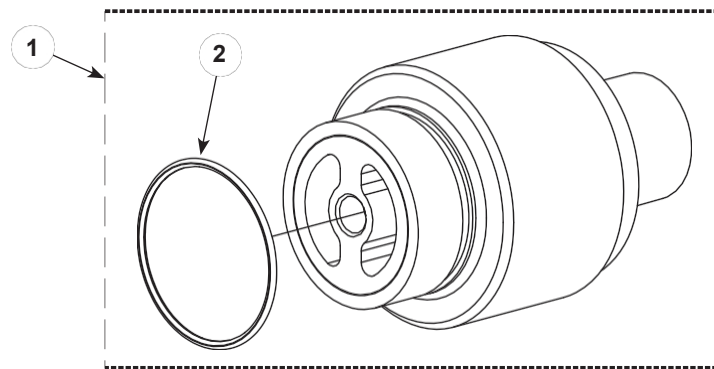

Figure 8-2 Ensemble support d'électrode d'
B. Reportez-vous à la figure 8-2 et à la liste des pièces pour les pièces de rechange du kit de support d'électrode XD.
Voir la figure 8-2.